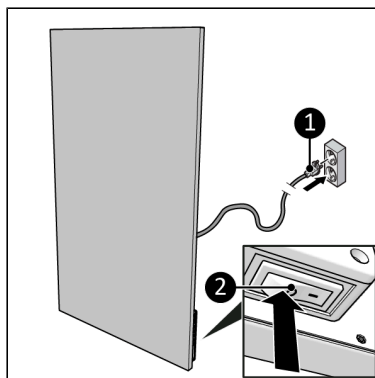

Figure 93.
2. Assurez-vous que le commutateur ON/OFF est en position OFF (Figure 93, pos. 2).
3. Insérez la fiche d'alimentation (Figure 93, pos. 1) dans une prise murale reliée à la terre et facilement accessible. Utilisez une prise murale mise à la terre d'une puissance minimale de 1000 watts.